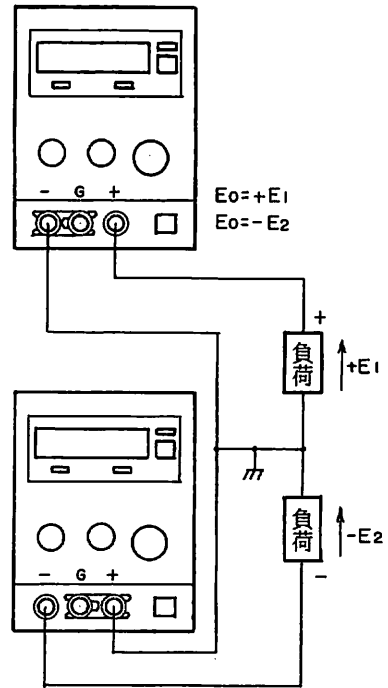

図15
- ・図15の接続でプラス、マイナスの電源になります。
直列接続図15の出力接続にて、上記ワンコントロール制御を行ないますと、正・負のデュアルトラッキング電源として使用できます。